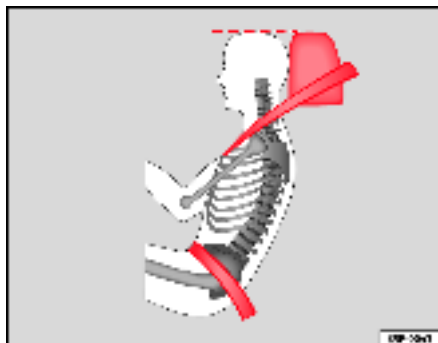

Fig. 14 Sangle bien ajustée et appui-tête correctement réglé (vue de côté)
- La sangle sous-abdominale de la ceinture de sécurité doit passer devant le bassin, jamais sur le ventre. La ceinture de sécurité doit s'appliquer bien à plat sur le bassin et l'enserrer fermement ⇒ fig. 14. Le cas échéant, resserrez légèrement la sangle.